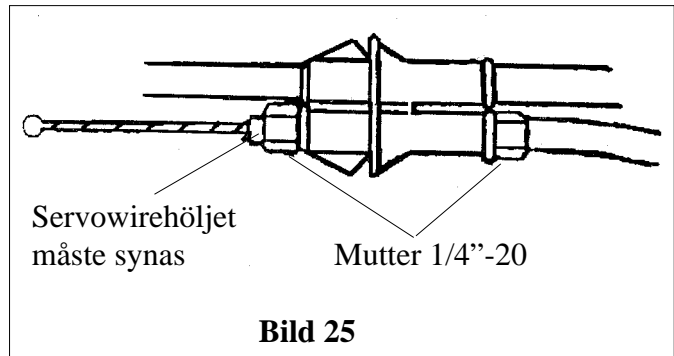

Bild 25
4. Montera servowiren genom infästningen och gänga på den andra 1/4" - 20 muttern (bild 25).